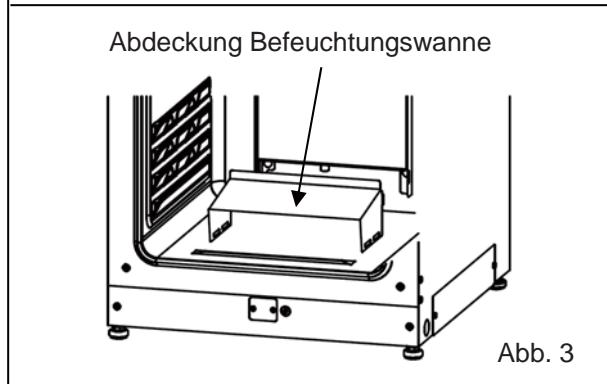

Abb. 3
4. Ziehen Sie die Abdeckung der Befeuchtungswanne heraus (Abb. 3).